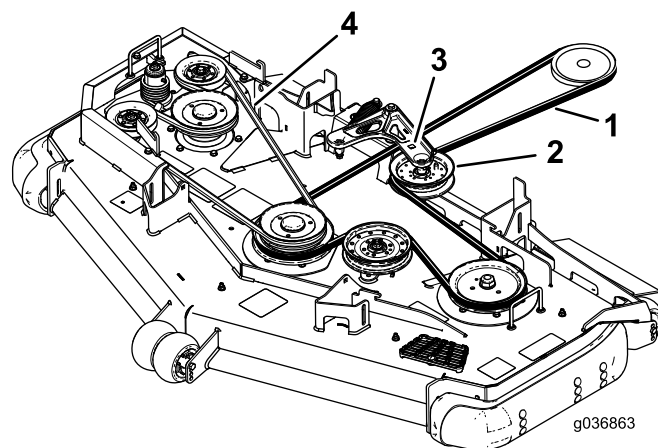

Figure 99
6. Insérez un rochet dans le trou carré du bras de tension pour détendre le ressort de la poulie de tension (Figure 99).
8. Acheminez la courroie neuve autour des poulies du tablier de coupe et de la poulie d'embrayage, sous le moteur (Figure 99).